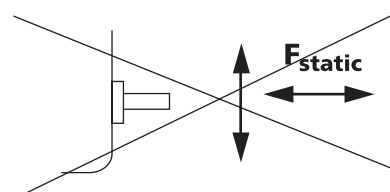

Figura 35
- Per l'apertura manuale d'emergenza applicare una forza di 250 N ai pins. Non applicare in nessun caso forze o pressioni continue (Figura 35).